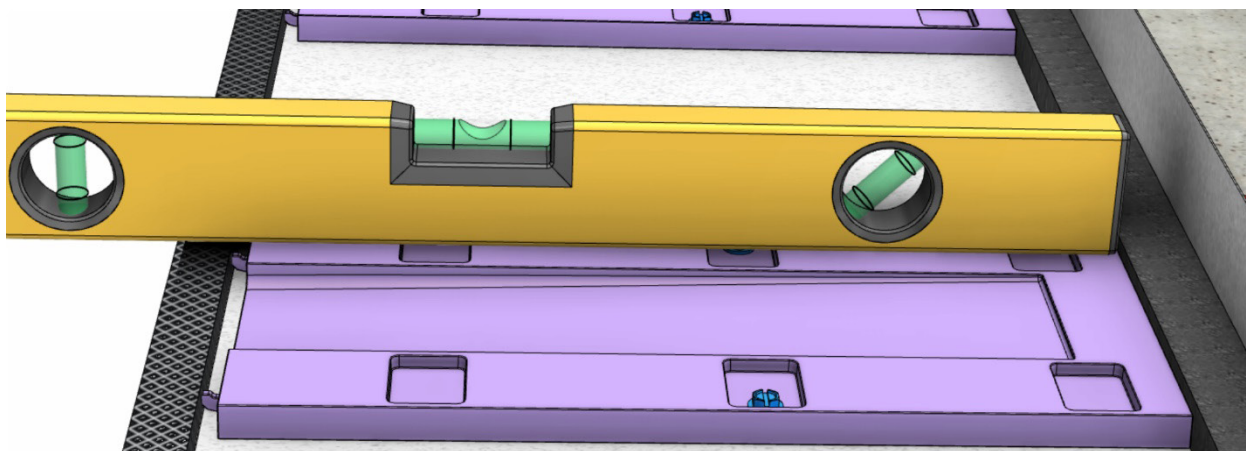

Fig 17
- Revise el nivel de cada cuña de drenaje para asegurarse de que esté nivelada de adentro hacia afuera (Fig. 17).
- Siga los pasos anteriores que describen cómo instalar y fijar las cuñas en la abertura en bruto (Fig. 3 a Fig. 17).
- Asegúrese de que el conjunto del parte superior quede bien ajustado a los marcos y, luego fíjelo a través de los marcos en las llaves de la parte superior utilizando los tornillos Torx M4.5 T20 incluidos (Fig. 17).